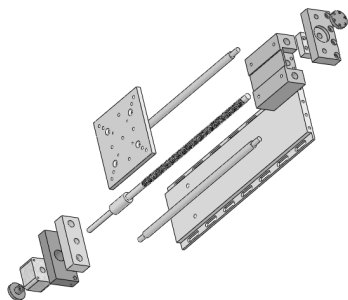

图 11-50 最终爆炸视图
6) 重复步骤 3)~5)，将其他零部件爆炸。最终生成的爆炸视图如图 11-50 所示，共有 9 个爆炸步骤。
- 1) 打开爆炸后的“平移台”装配体文件, 如图 11-50 所示。